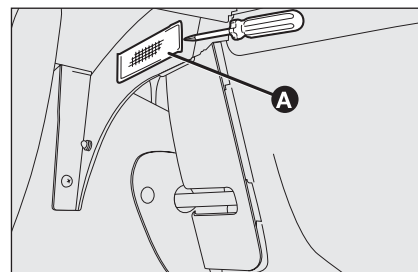

fig. 43
- mediante el destornillador en dotación, saque la lámpara **A-fig. 43** interviniendo en el punto indicado;